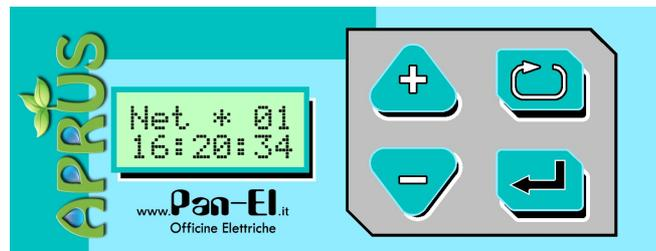

Fig. 2: Pannello di comando
- se la centralina è collegata correttamente al master, vengono visualizzati l'indirizzo della centralina e l'orario corrente; in Fig. 2 è mostrato un esempio che si riferisce ad una centralina con indirizzo 1, l'indirizzo "Net \* 01" è visualizzato sulla prima riga, l'orario "16:20:34" è visualizzato sulla seconda riga.